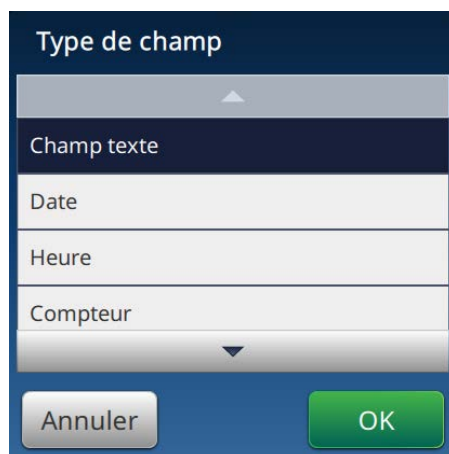

Figure 5-4 : Options d'ajout de champ
7. Appuyez sur le bouton  et sélectionnez les options souhaitées pour ajouter des champs, tel qu'illustré dans la Figure 5-4.